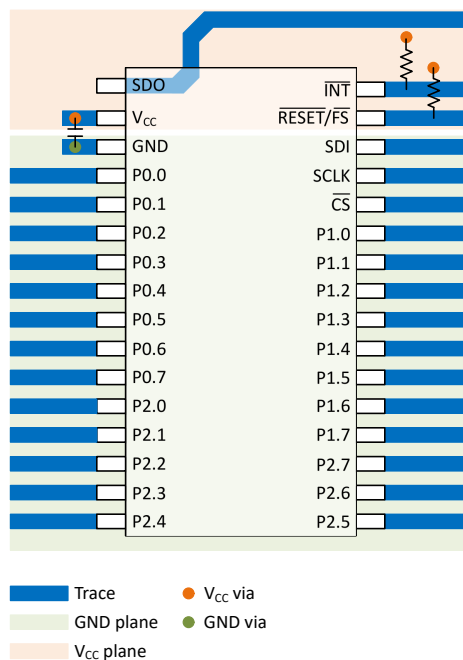

图 8-6. TXE8124 布局
在所有 PCB 布局中, 最佳实践是避免信号布线呈直角, 在离开集成电路 (IC) 附近时让信号布线呈扇形彼此散开, 并使用较粗的布线来承载通常会经过电源和接地布线的更大的电流。旁路电容器和去耦电容器通常用于控制电源引脚上的电压, 使用较大的电容器可在发生短暂电源干扰时提供额外电能, 使用较小的电容器则能滤除高频纹波。这些电容器必须尽可能靠近 TXE8124 放置。图 8-6 中显示了这些最佳实践。
对于图 8-6 中提供的布局示例, 可以将顶层用于信号布线, 将底层用作电源和接地 (GND) 的分割平面, 从而制造只有 2 层的 PCB。但是, 对于信号布线密度更大的电路板, 最好使用 4 层电路板。在 4 层 PCB 上, 通常在顶层和底层上进行信号布线, 将一个内部层专门用作接地平面, 并将另一个内部层专门用作电源平面。在使用平面或分割平面作为电源和接地平面的电路板布局布线中, 通孔直接放置在需要连接到电源或 GND 的表面贴装元件焊盘旁边, 并且通孔以电气方式连接到内部层或电路板的另一侧。如果需要将信号走线排布到电路板的另一侧, 也要使用通孔, 但图 8-6 未演示该技术。